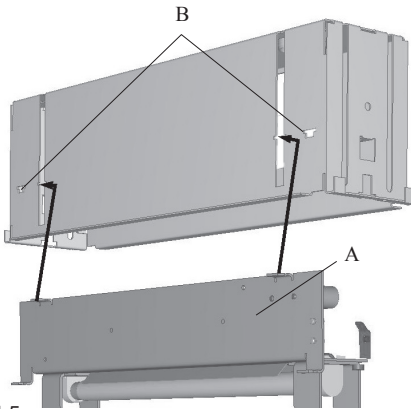
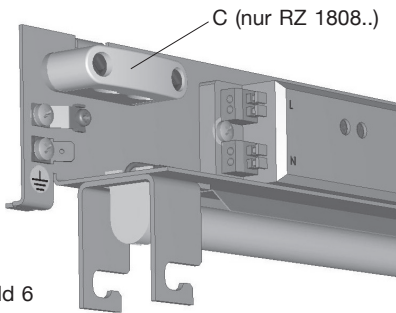

Bild 5
Bild 6
Hängen Sie das Leuchtenchassis (A) gem. Bild 5 mit den Führungssteg in die Aussparung (B) ein. Schließen Sie die Netzleitung an den Klemmen (L) und (N) sowie (PE) an. Sichern Sie die Leitung mit der Zugentlastung (nur RZ 1808..) (C, Bild 6).